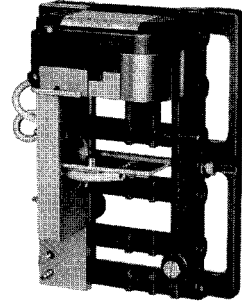

Bild 5 · Zusatzeinheit zur i/p-Umformung mit i/p-Umformer für externe Führungsgröße w_{ext}
3.4.1 i/p-Umformer Typ 6112 (Bild 5)